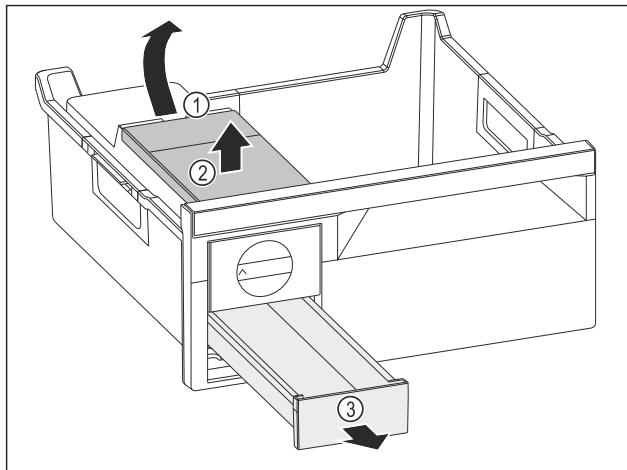

Fig. 81
- Извлеките бак для воды: Поднимите бак для воды за выемку Fig. 81 (1).
- Извлеките бак для воды Fig. 81 (2) движением вверх.
- Извлеките выдвижной ящик для кубиков льда Fig. 81 (3) движением вперед.